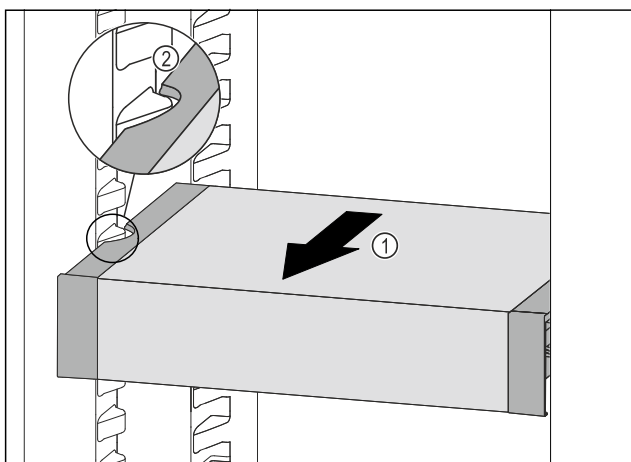

Fig. 87
- ▶ Tõmmake VarioSafe'i ettepoole Fig. 87 (1), kuni VarioSafe'i külgmised väljalõiked asuvad jahutusosas anumariibi kõrgusel. Fig. 87 (2)